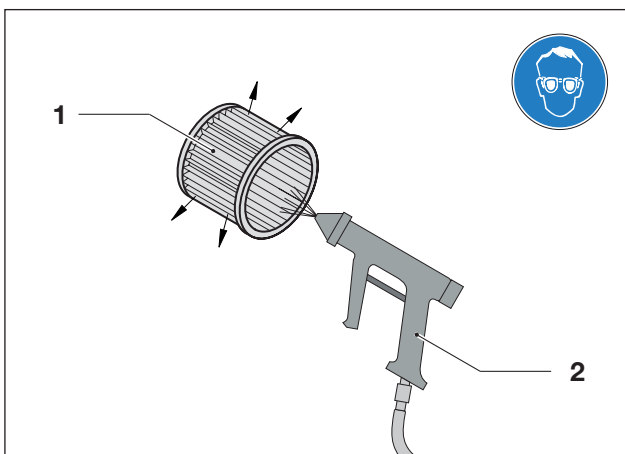
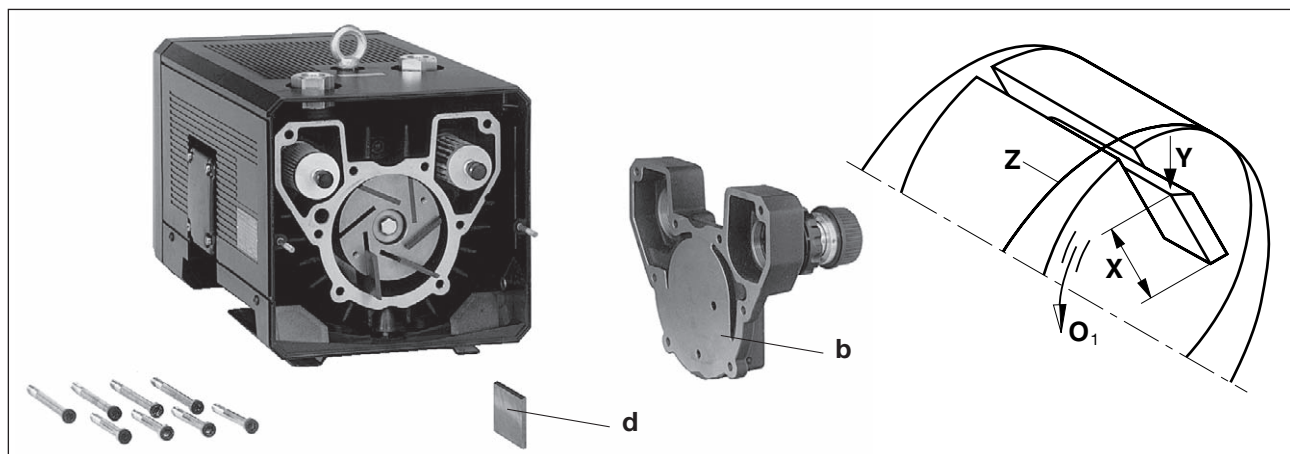

Fig. 6 Soufflage de la cartouche du filtre
Fig. 7 Remplacement des palettes
V-KTN (01) (09): dévisser la grille de refoulement (fig. 6/G). Désolidariser le couvercle de corps (fig. 7/b) du corps. Retirer les palettes (fig. 7/d) pour les contrôler. Toutes les palettes doivent avoir une hauteur minimum (fig. 7/X):
Nettoyer le corps et les fentes du rotor par soufflage. Placer les palettes dans les fentes du rotor. Lors de l'insertion, veiller à orienter les palettes côté oblique (fig. 7/Y) orienté vers l'extérieur et que cette pente (fig. 7/O1) concorde dans le sens de rotation avec le schéma de perçage du corps (fig. 7/Z). Visser le couvercle de corps (fig. 7/b) et la grille de refoulement (fig. 6/G). Avant la mise en service, faire tourner le ventilateur pour vérifier que les palettes tournent bien. Il convient à cet effet de dévisser la grille d'aspiration (fig. 2/G1) ou le capot de protection (fig. 3/G2).